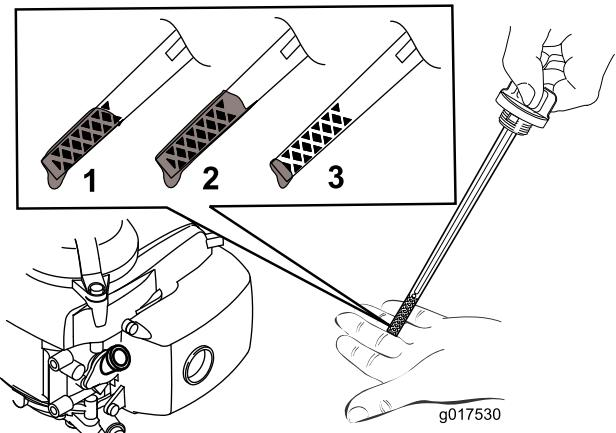

図 10
5. オイルの量の確認方法は図 10 を参照。
注 ディップスティックで量を確認しながら図 10 に示される適正量までオイルを入れる。オイルを入れすぎてしまった場合には、「エンジンオイルの交換」の項に従って余分なオイルを抜き取ってください。